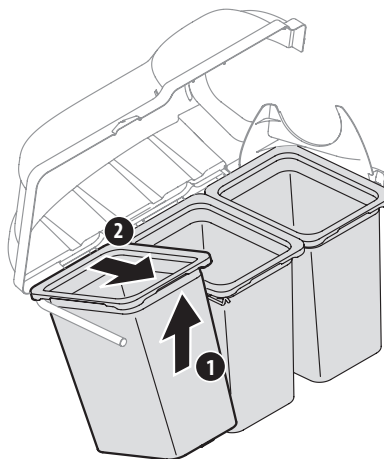

Figure 25
4. Pour retirer les sacs à herbe, soulevez chaque sac (1) et retirez-le du support (2). Voir Figure 25.